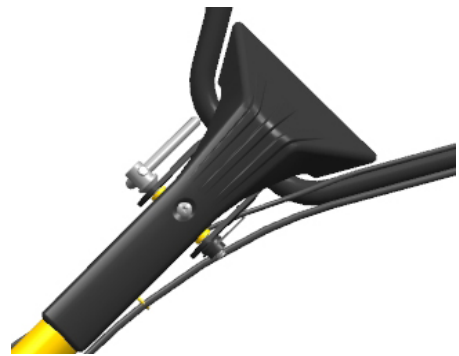

Figure 5
- Allentare il registro stegole e selezionare il foro nella posizione adatta. Regolare la barra incrociata delle stegole fino all'altezza del girovita dell'operatore, quindi ruotare il registro per stringerlo (vedere fig. 5)